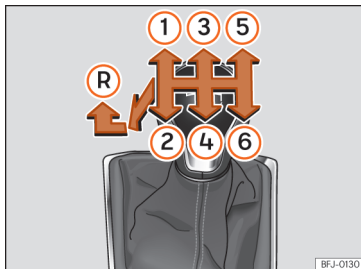

Fig. 121 Esquema de uma caixa de velocidades manual de 6 velocidades.
Na alavanca das velocidades indicam-se as posições das velocidades » » » **Fig. 121**.
- Com a alavanca das mudanças em ponto morto, pressione-a para baixo, mova-a para a esquerda até ao fim e depois para a frente para selecionar a marcha-atrás » » » **Fig. 121 (R)**.